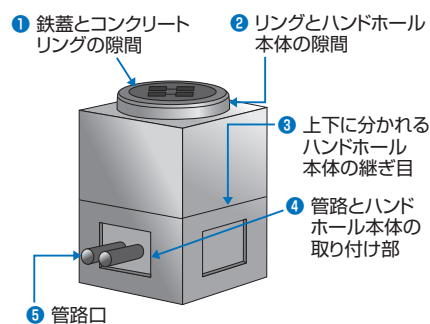

図1 水の侵入経路
国川▶開発は、水の侵入経路の特定からスタートしました。当社で特定した侵入経路は、①鉄蓋とコンクリートリングの隙間、②リングとハンドホール本体の隙間、③上下に分かれるハンドホール本体の継ぎ目、④管路とハンドホール本体の取り付け部、⑤管路口の5か所です(図1)。①と②は、防水用の中蓋を取り付けるこ